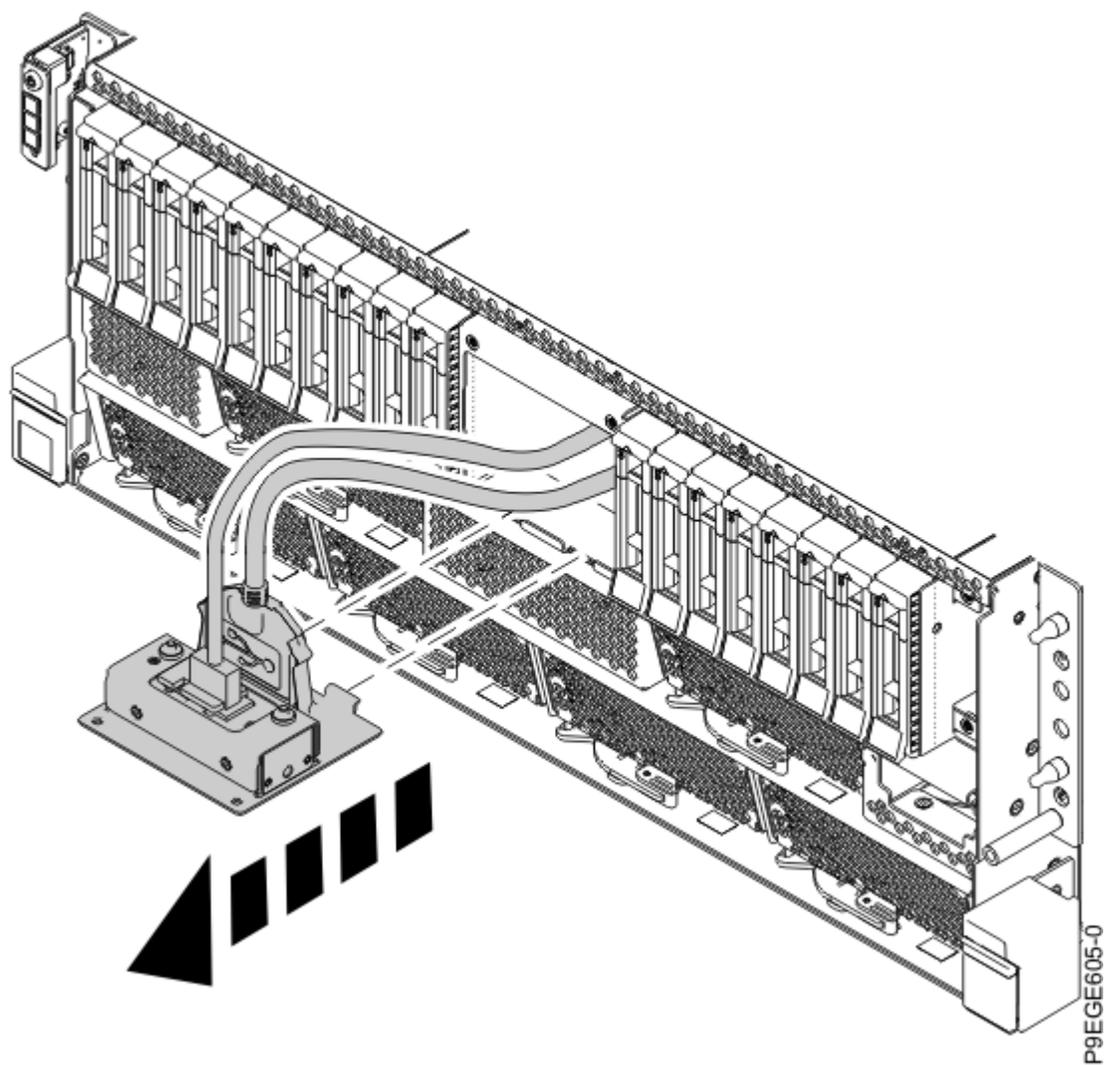

Figura 115. Remover a caixa e cabo do ecrã do painel de controlo para um sistema montado em bastidor
9. Para um sistema montado em bastidor, remova a caixa e cabo do ecrã do painel de controlo do sistema conforme apresentado na Figura 115 na página 122.